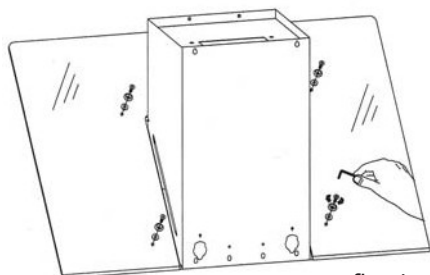

fig. 4
- 6 Placez prudemment la partie en verre sur le corps de hotte en utilisant les vis, rondelles et clé allen fournies (fig 4).